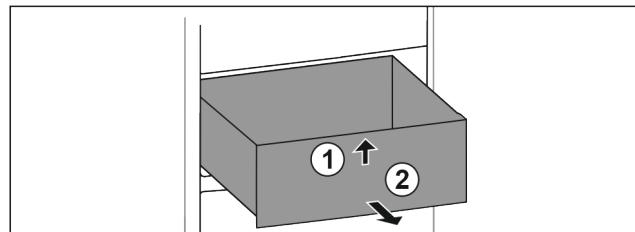

Fig. 99
- Приподнимите выдвижной ящик спереди. Fig. 99 (1)
- Извлеките выдвижной ящик движением вперед. Fig. 99 (2)